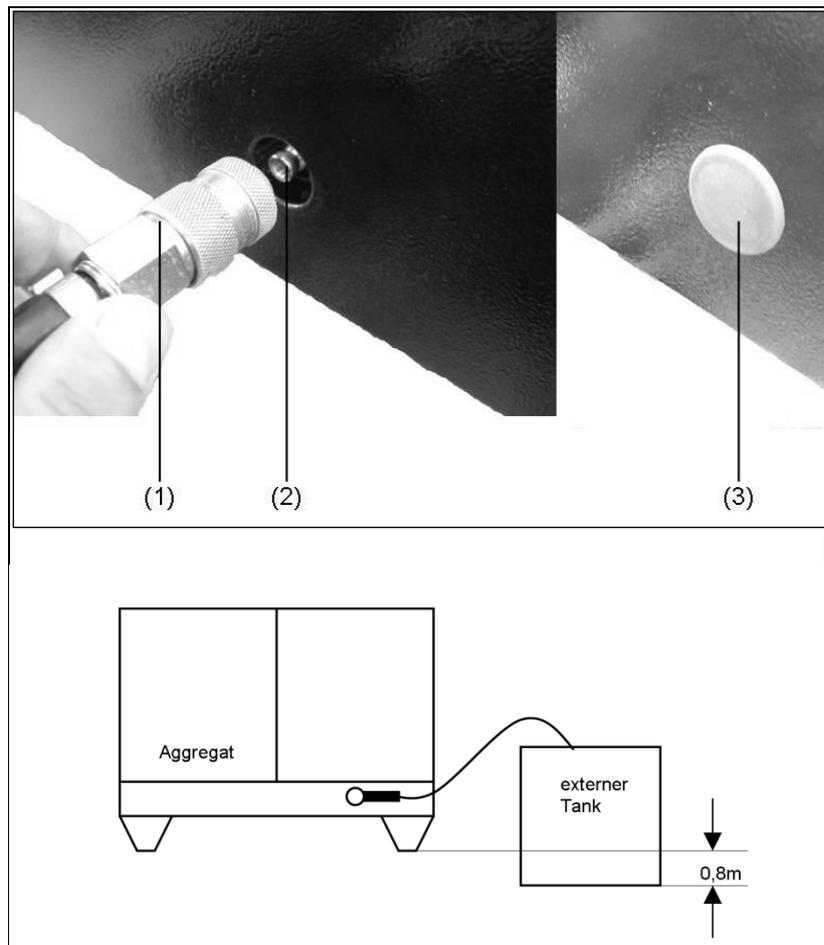

Abb. 4-1: Externe Betankung
1. Abdeckstopfen auf der Bedienseite abnehmen (siehe Abb. 4-1-(3)).
· Schlauch des externen Betankungskanisters mit Schnellkupplung LP-006 (siehe Abb. 4-1-(1)), auf Kupplung (siehe Abb. 4-1-(2)) aufstecken.